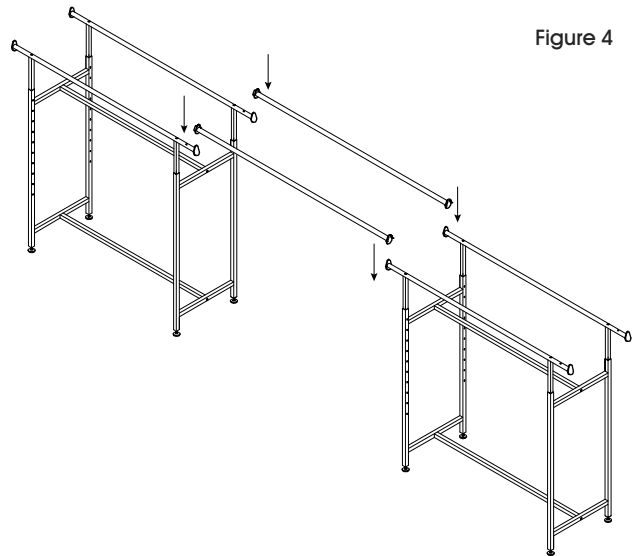

Figure 4
5. To attach optional add-on hangrails to the unit, slide over the tops of the ends of the hangrails of the assembled clothes racks. (See Figure 4)
5. Pour fixer les tringles supplémentaires facultatives à l'unité, glissez-les par-dessus les extrémités des tringles des supports à vêtements assemblés. (Voir Figure 4)